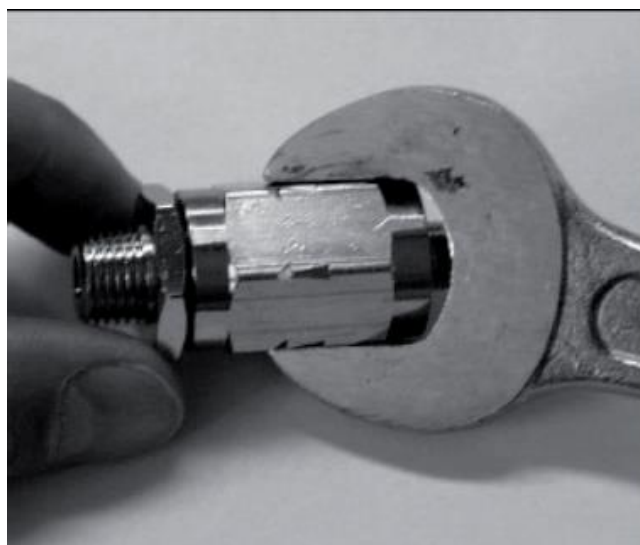
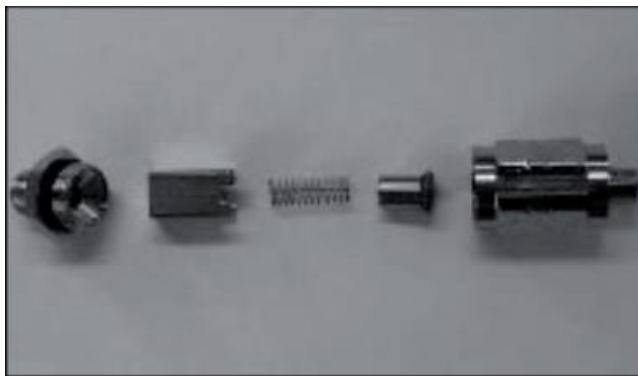

Abb. 7: Zerlegen des Rückschlagventils (1)
Abb. 8: Zerlegen des Rückschlagventils (2)
- ◆ Zerlegen Sie das Rückschlagventil und entfernen Sie die O-Ringe (Abb. 7: und Abb. 8:).